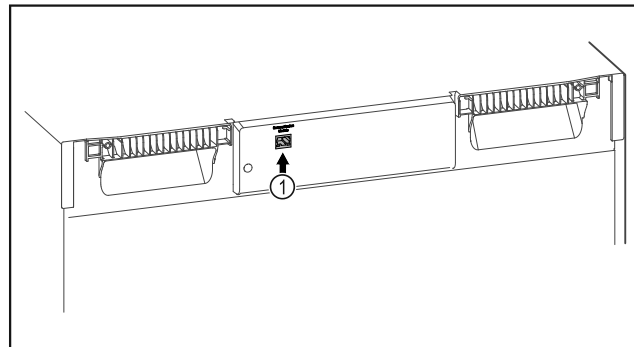

Fig. 115
- Το SmartModule Fig. 115 (1) είναι τοποθετημένο.